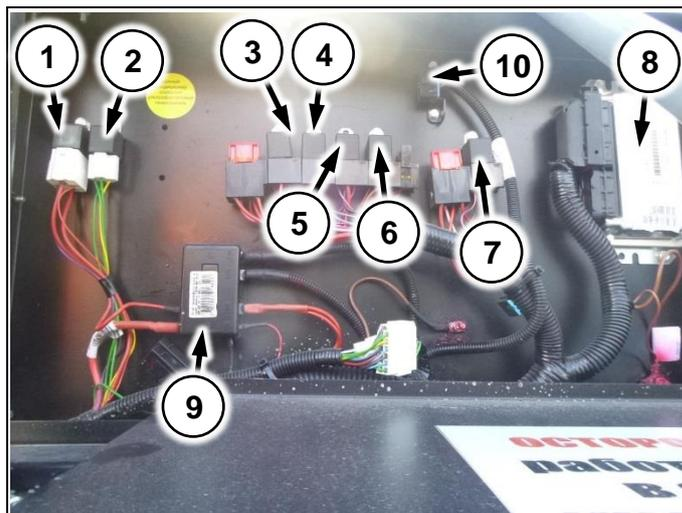

Рис. 13
- (Рис. 13/1) – реле компрессора пневмосистемы
- (Рис. 13/2) – реле компрессора кондиционера
- (Рис. 13/3) – реле зажигания
- (Рис. 13/4) – реле бензонасоса
- (Рис. 13/5, 6, 7) – реле вентилятора охлаждения
- (Рис. 13/8) – блок управления двигателем
- (Рис. 13/9) – силовые предохранители
- (Рис. 13/10) – диагностический разъем